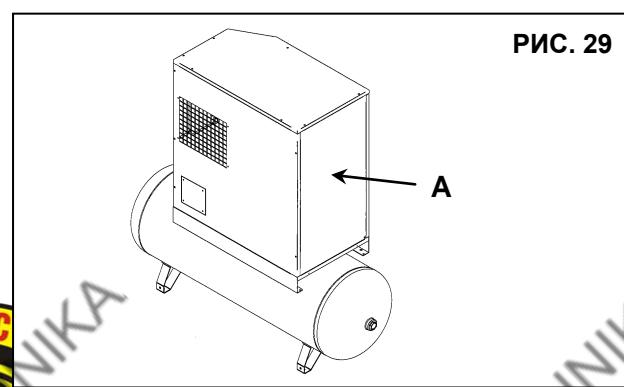

РИС. 29
- Снимите защитное устройство (кофей машине), поз. А, рис. 29.
- Установите стационарное защитное устройство с помощью предохранительных винтов (поз. А, Рис. 29).